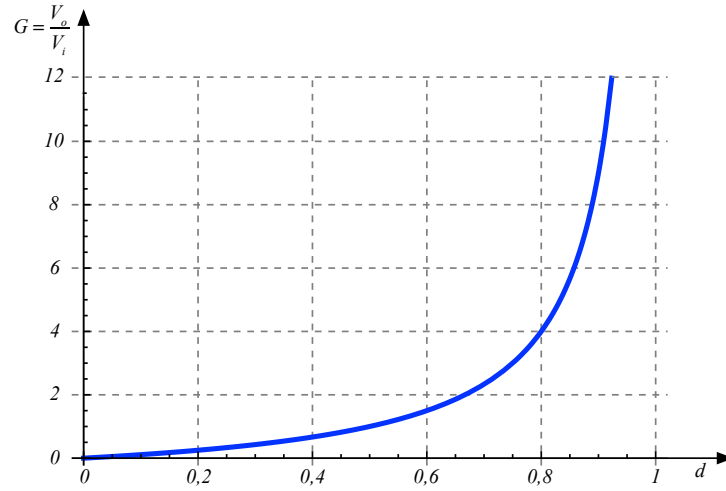

Figura 9 – Ganho estático do conversor cc-cc Buck-Boost.
O comportamento da relação entre a tensão de saída e de entrada para variações na razão cíclica entre zero e cem (100) por cento é mostrado na Figura 9. Nota-se pela Figura 9 que o comportamento do ganho estático do conversor não é linear em relação às variações da razão cíclica, em termos de valores médios.
É importante destacar, observando-se a Figura 9 e a expressão que determina a tensão de saída do conversor, que este tem característica de abaixador e elevador de tensão, isto é, a tensão de saída (V_o) poderá ser menor, igual ou maior do que a tensão de entrada (V_i), dependendo do valor de razão cíclica (D). Para valores de razão cíclica baixo de 50% se tem o conversor operando como Buck, ou seja, como abaixador de tensão. Em 50% se tem ganho estático unitário, ou seja, a tensão de saída é igual a tensão de entrada. Já para valores de razão cíclica entre 50 e 100% se tem o conversor operando como Boost, isto é, elevador de tensão. Além disso, quando a razão cíclica se aproximada da unidade (100%), a saída tenderá a valores muito altos.